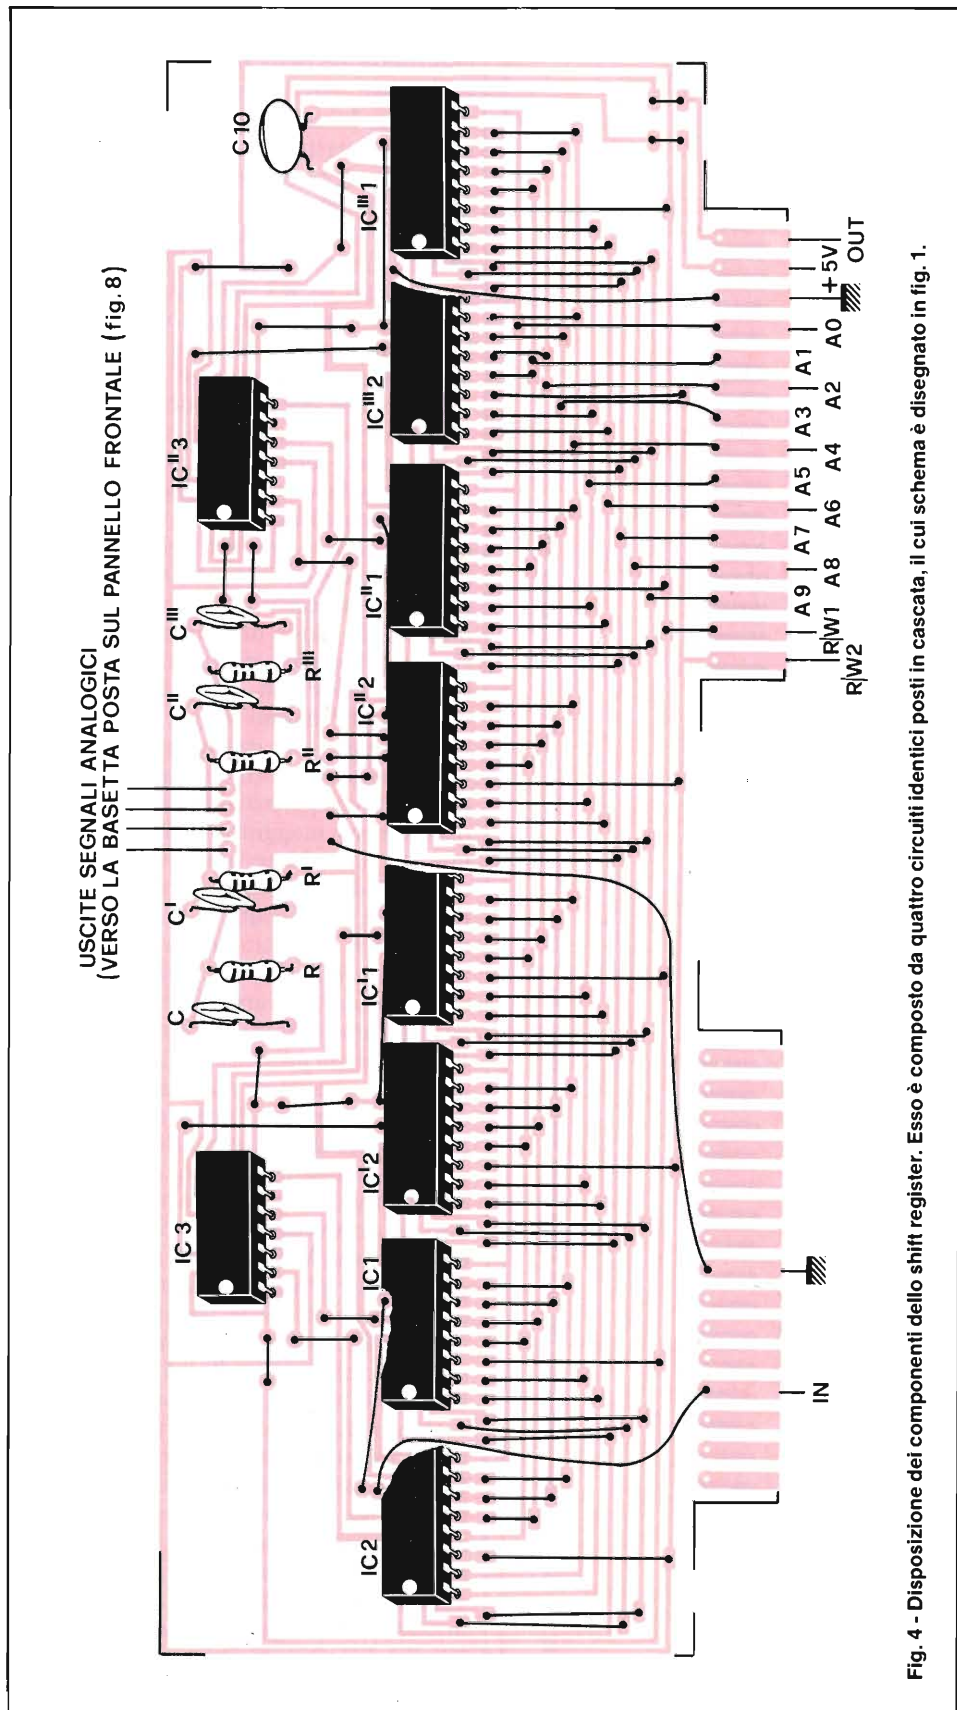

Fig. 4 - Disposizione dei componenti dello shift register. Esso è composto da quattro circuiti identici posti in cascata, il cui schema è disegnato in fig. 1.
- 3) si infila nello zoccolo l'altro integrato 74125, contrassegnato in fig. 4 con la dicitura IC3', e le successive due memorie 2102 collegando l'amplificatore al terzo pin dell'uscita a B.F.